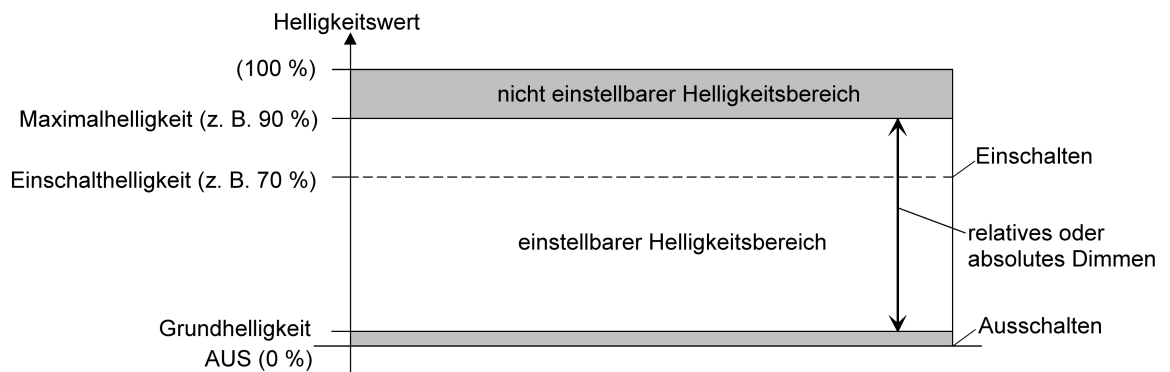

Bild 6: Beispiel eines Helligkeitsbereiches mit Grundhelligkeit
- Definition der unteren Helligkeitsgrenze mit Grundhelligkeit (siehe Bild 6):